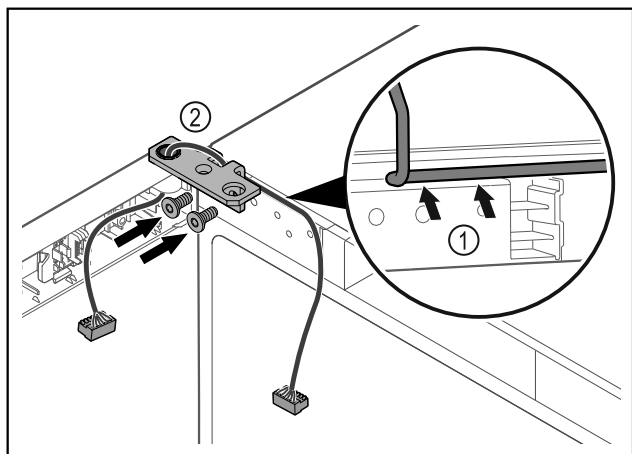

Fig. 41
- Før kabelen forsiktig gjennom åpningen i hengselvinkelen, og legg den omhyggelig på plass Fig. 41 (1).
- Skru på hengselvinkelen Fig. 41 (2).